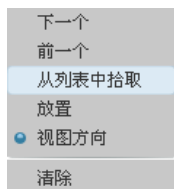

图 5.18.9 快捷菜单
① 将鼠标指针移至目标附近，右击。
② 在弹出的图 5.18.9 所示的快捷菜单中选择 **列表中的拾取** 命令。